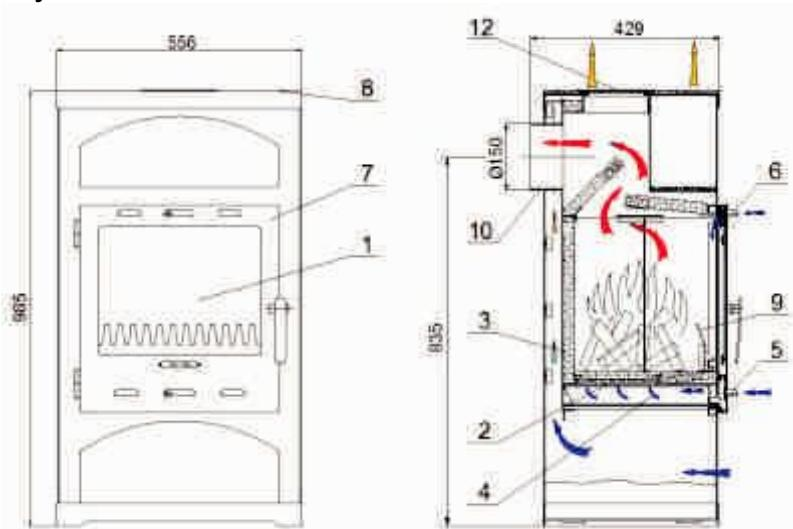

Рис. 1
Топка в печке выложена огнеупорной плиткой (вермикулит) 3 (см. рис.1), которая улучшает горение. В дверцу печки 7 вмонтировано термостойкое стекло, которое позволяет видеть пламя. Первичная подача воздуха регулируется при помощи заслонки 5. Вторичная подача воздуха в топку подается через заслонку регулирования 6. В печке используется отражатель огня 9. На верху печки Vienybė-05 находится керамическое место накаливания, которую можно использовать для подогрева пищи.
Печка должна быть смонтирована таким образом, чтобы не были бы заблокированы заслонки регулирования подачи воздуха 5 и 6 (см. рис. 1).
- изъять подсоединение дымохода 10 (см. рис.1), отвинтив крепежные болты;
Разжигание. Полностью откройте заслонки первичной и вторичной подачи воздуха 5 и 6 (см. рис.1). На дно топки положите два полена маленького размера, оставляя между ними промежуток. В промежуток вложите скомканную бумагу или таблетку твердого топлива, на которую нужно крестообразно положить мелко нарубленные сухие дрова, на них положить дрова средней величины. Бумагу поджечь и после ее возгорания закрыть дверцу. Ручка дверцы может быть горячей, поэтому надо пользоваться защитной рукавицей. Интенсивность горения регулировать при помощи заслонок подачи воздуха.